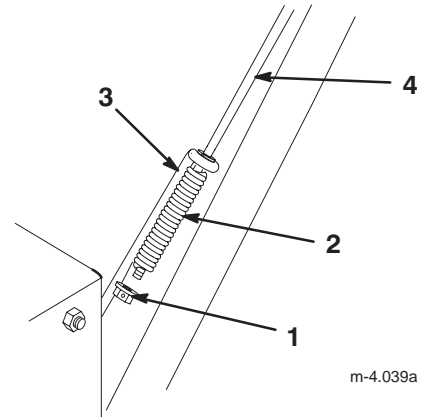

Figure 9
1. Glissez le ressort sur le bas de la tige de traction supérieure (Fig. 9).
2. Vissez un contre-écrou à embase (embase vers le haut) sur le bas de la tige de traction supérieure, sous le ressort (Fig. 9).